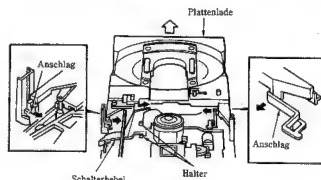

Abb. 1
1. Austausch von Teilen der CD-Plattenlade (Abb. 1 und 2)
(2) Einbau der Plattenlade (Abb. 1, 2 und 3)
(8) Austausch des Schalterhebels (Abb. 1)